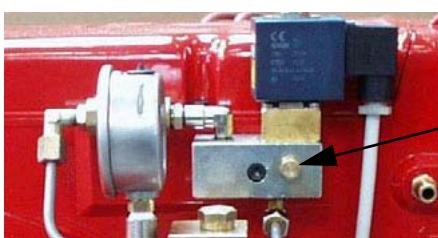
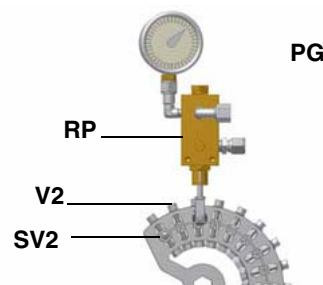

Fig. 21
Fig. 22
- 6 Presiunea de alimentare a diuzei este deja reglata in fabrica si NU trebuie schimbată . Numai daca este nevoie , reglati presiunea de alimentare dupa cum urmeaza (vezi paragraf dedicat); introduceti un manometru in priza ca in Fig. 21 , si actionati pe surubul **VR** de reglare al pompei (vezi Fig.22) , pentru a obtine o presiune la diuza de 20 bar. (vazi tabelul de la pag. 22).